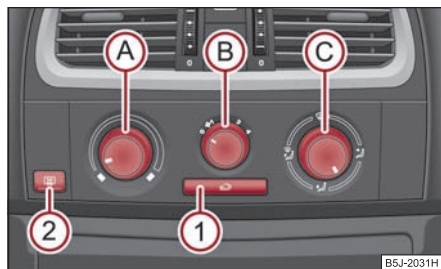

Fig. 115 Chauffage:
Le régulateur de répartition d'air (C) vous permet de régler l'arrivée d'air dans chaque diffuseur ⇒ page 92, fig. 115. Les diffuseurs d'air 3 et 4 peuvent être ouverts et fermés séparément.
Selon la position du régulateur rotatif (A) ⇒ page 92, fig. 115 et les conditions climatiques, l'air sortant des diffuseurs ouverts est réchauffé ou non. ■
- Appuyez sur la touche (S), le symbole (S) s'allume ⇒ page 92, fig. 115.
- Appuyez de nouveau sur la touche (S), le symbole (S) s'éteint.
L'air de recyclage s'arrête automatiquement si l'on met le régulateur de diffusion d'air (C) sur la position (S) ⇒ page 92, fig. 115. En réappuyant plusieurs fois sur la touche (S), vous pouvez réenclencher le recyclage de l'air dans cette position également.
- Faites tourner le régulateur rotatif **A** ⇒ fig. 115 vers la droite pour augmenter la température.